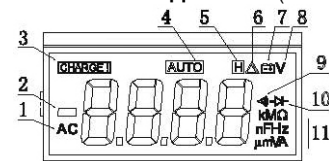

Рис.2.
9. Условные обозначения дисплея (См. Рис.2.)